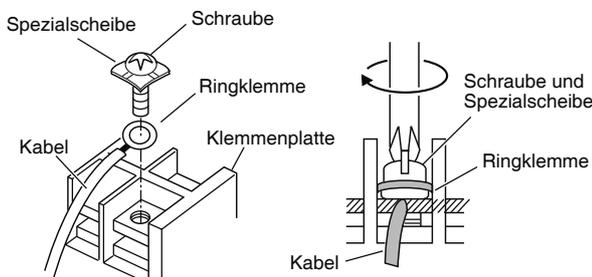

Abb. 4-6
- (2) Unter Verwendung eines Kreuzschlitz-Schraubendrehers die Klemmschraube(n) von der Klemmenplatte herausdrehen.
- (3) Mit Hilfe eines Ringklemmen-Werkzeugs oder einer Klemmzange die Ringklemme fest an jedem freigelegten Kabelende anbringen.
- (4) Die Ringklemme aufschieben, dann die vorher abgenommene Klemmschraube mit dem Schraubendreher wieder festziehen. (Abb. 4-6)